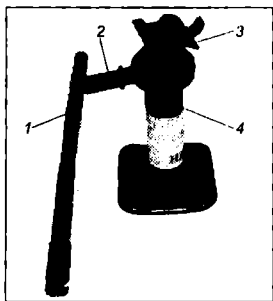

Рис. 9.16. Домкрат:
- подведите упор домкрата 3 (рис. 9.16) к упору на лонжероне и, слегка прижимая домкрат к кузову, возвратно-поступательным движением рычага 2 от руки выведите домкрат до контакта с опорной поверхностью (грунтом);